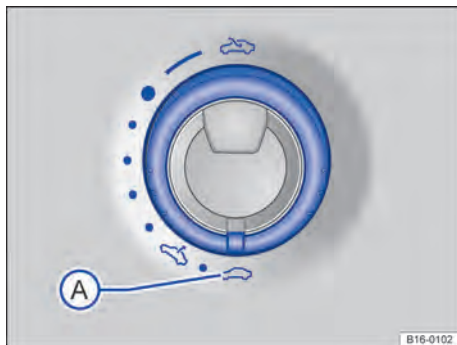

Fig. 66 No revestimento do teto: interruptor do teto de vidro.
- Girar o interruptor para a posição → **Fig. 66** **A** “fechado”.